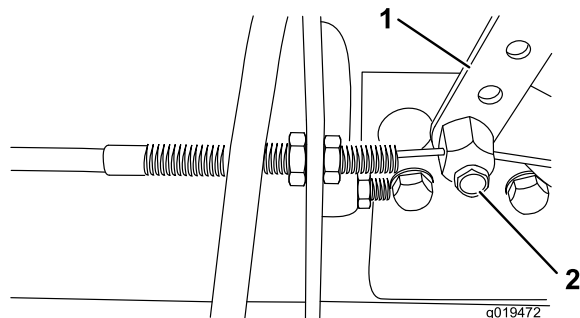

Рисунок 53
2. Ослабьте соединитель тросика дроссельной заслонки на плече рычага инжекторного насоса (**Рисунок 53**).